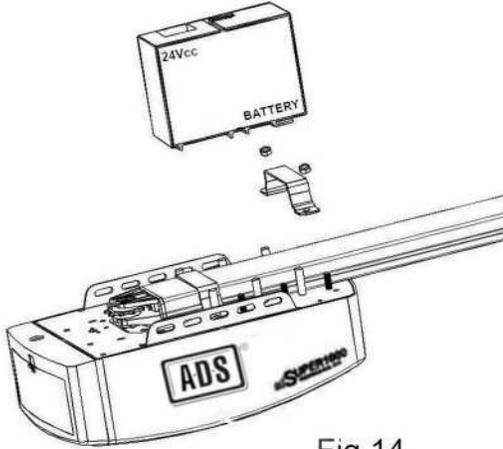

Fig.14
- 1.Ensamble la Batería de Respaldo y el Soporte de la Batería como en la imagen, fije con los Tornillos suministrados. (Fig.14)